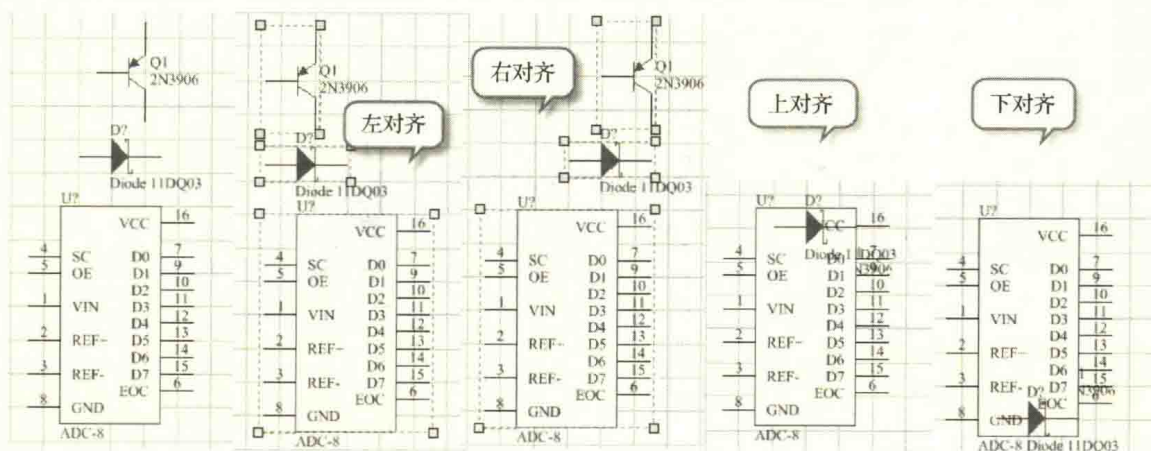
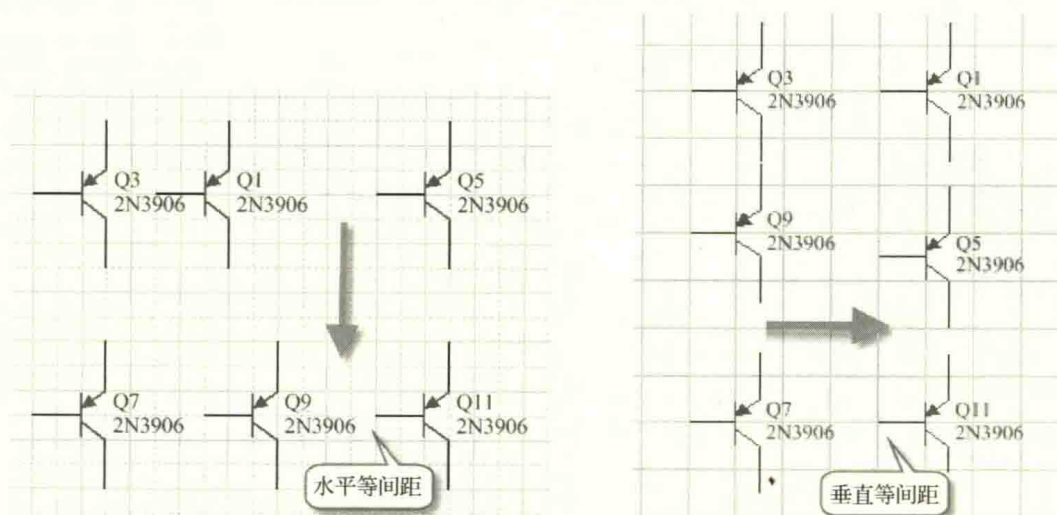

图 4-30 上下左右对齐效果
图 4-31 等间距对齐效果
(1) 上下左右对齐效果如图 4-30 所示。
- ① Align Left: 向左对齐。
- ② Align Right: 向右对齐。
- ③ Align Top: 向上对齐。
- ④ Align Bottom: 向下对齐。
(2) 等间距对齐效果如图 4-31 所示。
- ① Distribute Horizontally: 水平等间距。
- ② Distribute Vertically: 垂直等间距。